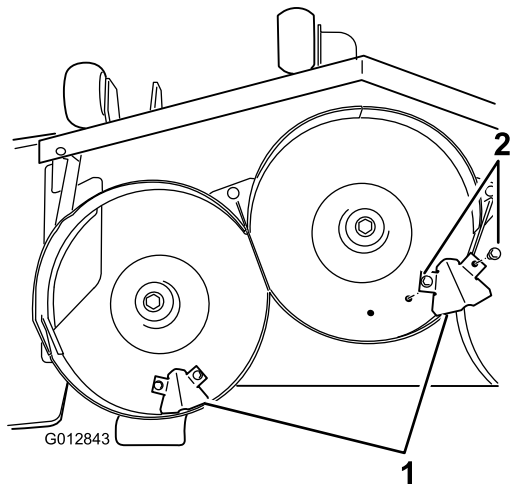

Figura 5
15. Individuate gli inserti deflettori e quattro viti a testa flangiata (5/16 x 3/4 pollice) tra le parti sciolte. Montate i deflettori sul sottoscocca del piatto di taglio nei punti indicati in Figura 5. Fissate i deflettori al piatto di taglio usando quattro viti a testa flangiata (5/16 x 3/4 pollice).